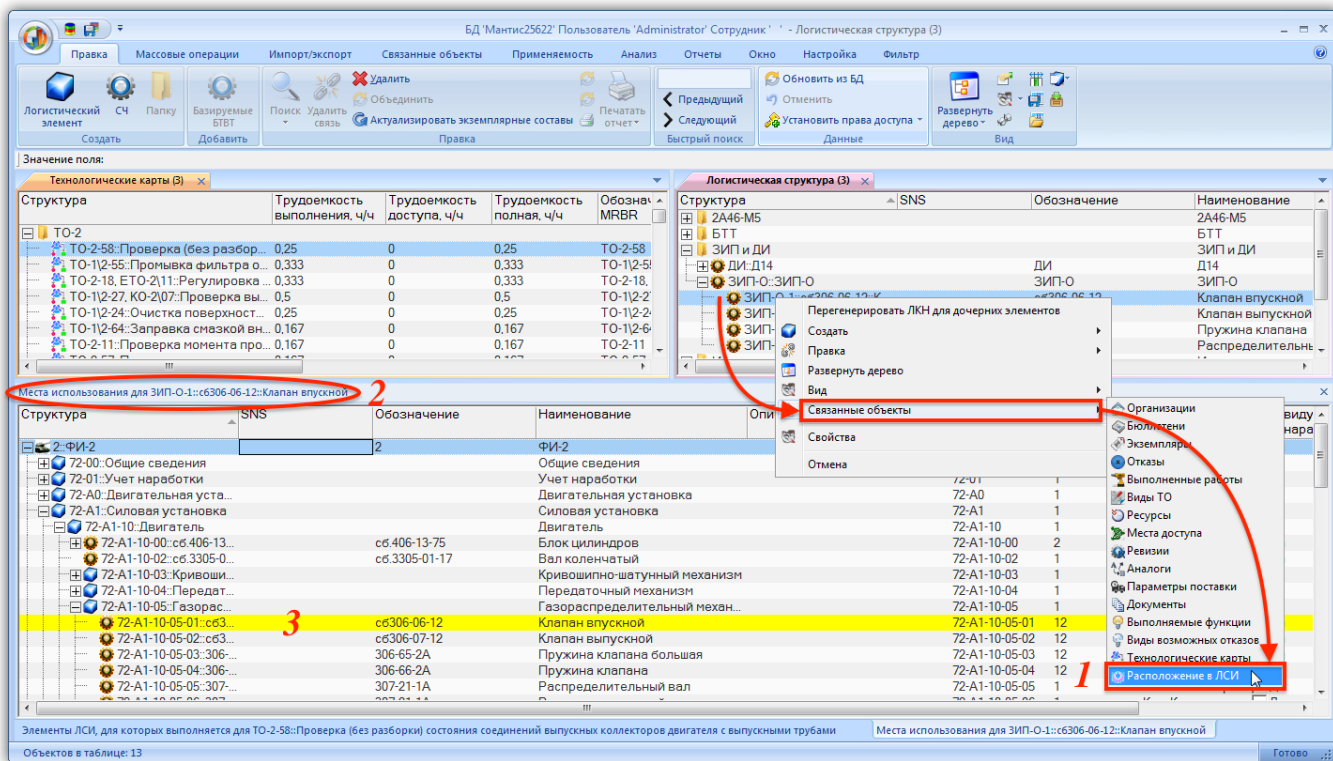

Рис. 17-47 – Месторасположения компонента в ЛСИ
(1 на рис. 17-47). В результате откроется связанное окно «Места использования» для компонента (2), а все его месторасположения в ЛСИ будут выделены желтым цветом (3).